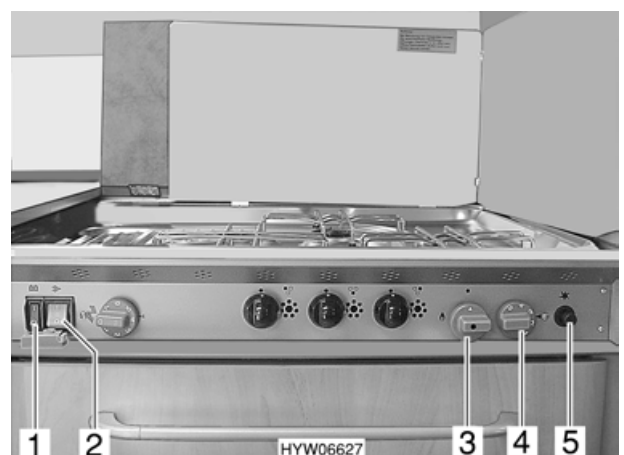

Bild 91 Bedienelemente für Kühlschrank (Gasbetrieb)
- 230-V-Schalter  (Bild 91,2) auf "0" stellen.
- 12-V-Schalter  (Bild 91,1) auf "0" stellen.
- Thermostat (Bild 91,4) auf höchste Stufe drehen.
- Drehregler (Bild 91,3) auf "große Flamme" stellen, drücken und gedrückt halten. Warten, bis Gas zum Brenner strömt.
- Gaszündknopf (Bild 91,5) zweimal kurz hintereinander kräftig drücken.